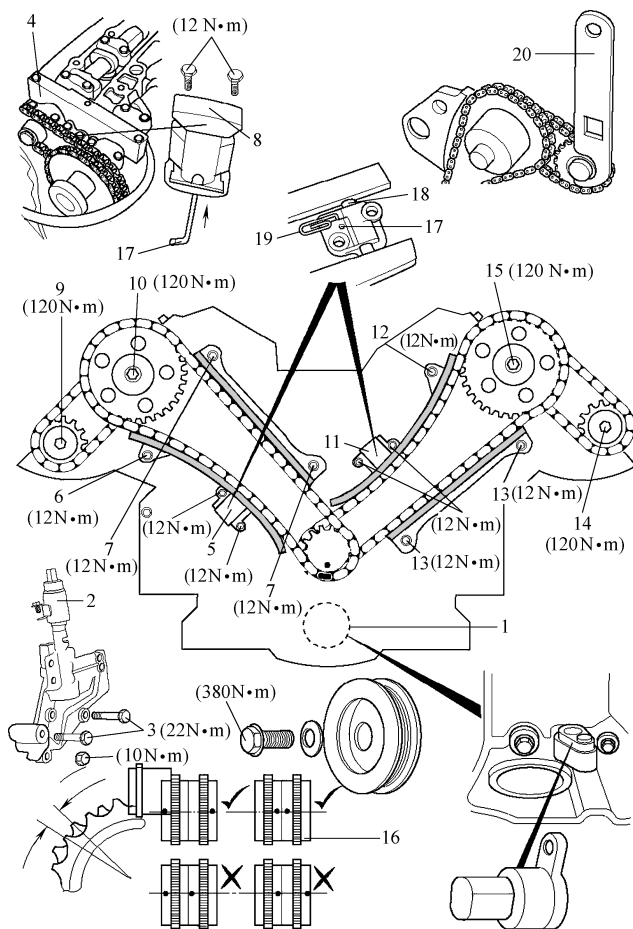

图 10-2 4. 4L 发动机正时链条部件识别
1. 4. 4L 发动机正时链条部件识别见图 10-2。
2	转动曲轴，调节孔的位置，以便安装曲轴定位工具（图 10-2 中的 1）
4	从气缸盖上拆下凸轮轴位置执行器（图 10-2 中的 2）和托架底盘（图 10-2 中的 3）
5	安装右凸轮轴设定/锁止工具（图 10-2 中的 4）
6	拆卸右正时链条张紧器（图 10-2 中的 5）和正时链条导向装置（图 10-2 中的 6 和 7）
8	拆卸右凸轮轴链条张紧器（图 10-2 中的 8）
9	松开右排气凸轮轴链轮螺栓（图 10-2 中的 9）和右侧进气凸轮轴链轮螺栓（图 10-2 中的 10）
11	拆卸右凸轮轴设定/锁止工具（图 10-2 中的 4）
12	在左侧凸轮轴上安装设定/锁止工具（图 10-2 中的 4）
13	拆卸左侧正时链条张紧器（图 10-2 中的 11）和正时链条导向装置（图 10-2 中的 12 和 13）
15	拆卸左凸轮轴链条张紧器（图 10-2 中的 8）
16	松开左排气凸轮轴链轮螺栓（图 10-2 中的 14）和左侧进气凸轮轴链轮螺栓（图 10-2 中的 15）
1	确保曲轴定位工具正确安装（图 10-2 中的 1）。注意，确保曲轴链轮安装位置正确（图 10-2 中的 16）
2	确保左凸轮轴设定/锁止工具安装正确（图 10-2 中的 4）
3	安装左凸轮轴链条张紧器（图 10-2 中的 8）
5	安装左正时链条、正时链条导向装置（图 10-2 中的 12 和 13）
6	按下列方法重新设定正时链条张紧器： 1) 松开张紧器棘轮（图 10-2 中的 17） 2) 压紧张紧器柱塞（图 10-2 中的 18） 3) 用钢丝夹（图 10-2 中的 19）把柱塞固定在压缩位置
7	安装左侧正时链条张紧器（图 10-2 中的 11）
8	拆下钢丝夹（图 10-2 中的 19）
9	固定正时链条张紧工具（图 10-2 中的 20）。拧紧左排气凸轮轴链轮（逆时针方向）
10	拧紧左排气凸轮轴链轮螺栓（图 10-2 中的 14），紧固力矩：120N·m
11	拧紧左进气凸轮轴链轮螺栓（图 10-2 中的 15），紧固力矩：120N·m
12	确保右凸轮轴设定/锁止工具（图 10-2 中的 4）安装好
13	安装右凸轮轴链条张紧器（图 10-2 中的 8）
15	安装右正时链条和正时链条导向装置（图 10-2 中的 6 和 7）
16	安装张紧器（图 10-2 中的 5）
17	拆下钢丝夹（图 10-2 中的 19）
18	固定正时链条张紧工具（图 10-2 中的 20）。逆时针方向拧紧右排气凸轮轴链轮
19	拧紧右排气凸轮轴链轮螺栓（图 10-2 中的 9），紧固力矩：120N·m
20	拧紧右进气凸轮轴链轮螺栓（图 10-2 中的 10），紧固力矩：120N·m